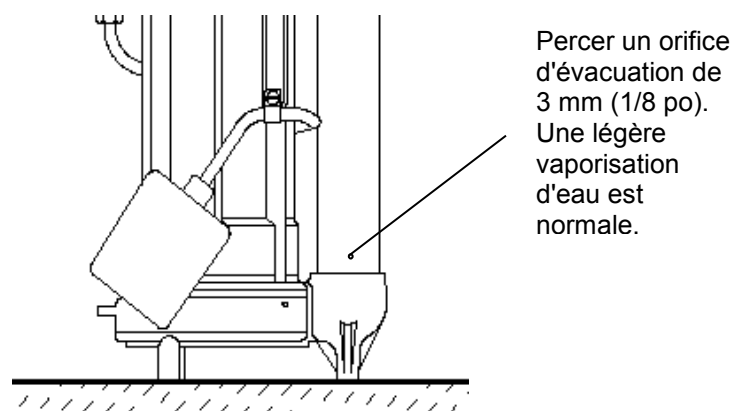

Fig. 1- Emplacement de l'orifice d'évacuation.
7. Lorsqu'on utilise un clapet antiretour, **il est recommandé de percer un orifice d'évacuation de 3 mm (1/8 po) dans le tuyau d'évacuation, juste au-dessus de la sortie de la pompe, afin de prévenir la formation de poches d'air (voir fig. 1).**